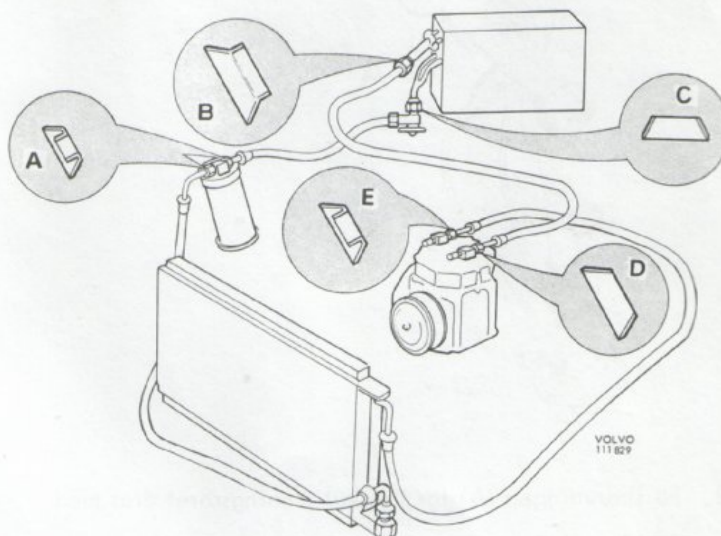

Bild 1. Placering av kopparbrickor
- kopparbrickor tagits fram. Satsen som har detaljnummer 282663 innehåller 4 st kragade brickor. Vid monteringen används förutom dessa fyra brickor även de två största kupade kopparbrickorna som ingår i kylanläggningssatserna. Brickorna används i torkarens, förångarens och kompressorns förskruvningar och placeras enligt anvisningarna i bild 1. Använd kylkompressorolja i förskruvningarna för att minska friktionen vid åtdragningen.